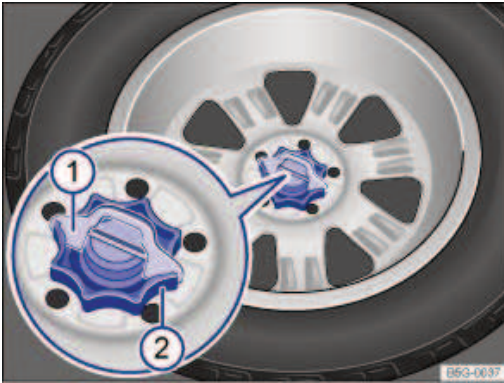

Fig. 218 Dans le coffre à bagages : molette pour la fixation de la roue de secours
- Retirez la clavette de la sécurité antirotation ⇒ Fig. 218Ⓞ vers le haut.
- En tournant dans le sens inverse des aiguilles d'une montre, dévissez entièrement la molette située au centre de la roue de secours ⇒ Fig. 218Ⓞ et retirez la roue de secours.
- Placez la clavette de la sécurité antirotation ⇒ Fig. 218Ⓞ dans la fente de la goupille fileté de sorte que la molette ne puisse plus être tournée.